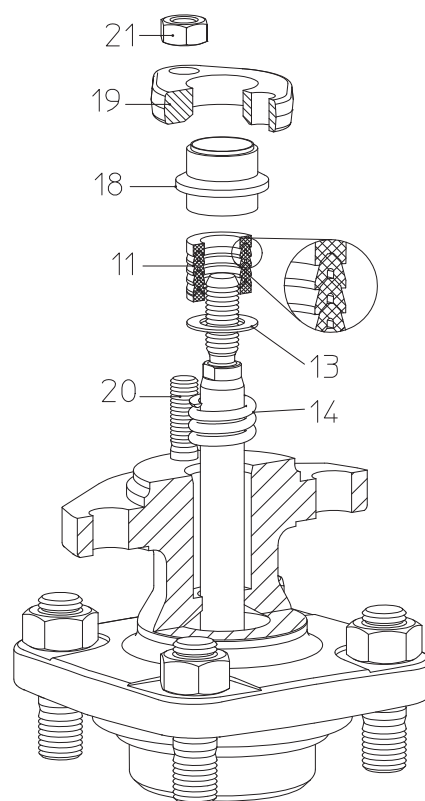

Fig. 10: PTFE manchetter
- Ved udskiftning af manchetterne (pos. 12) skal man overholde den rigtige rækkefølge og de enkelte deles indbygningsposition (se Fig. 10).